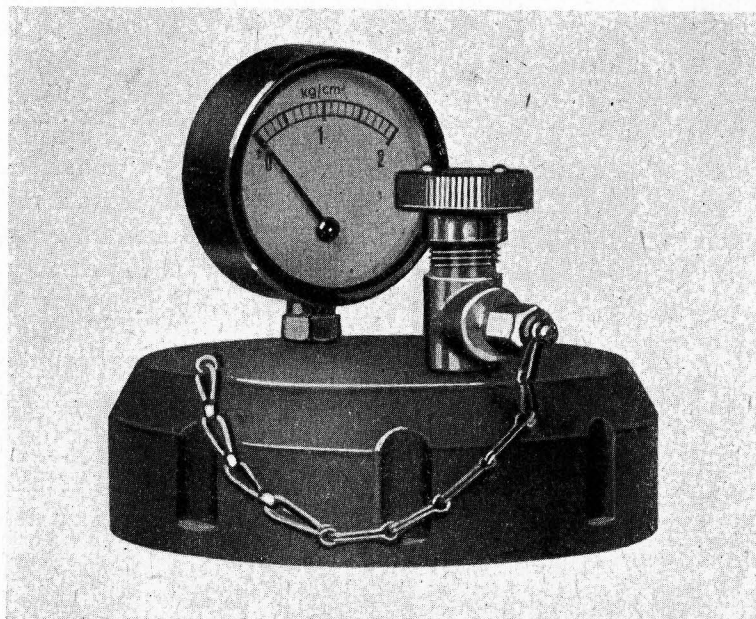

Abb. 16: Verschuß-Schraube mit Druckprüfvorrichtung
- c) **Verschußprüfung (Abb. 16).** Um die Dichtheit der Körperverschlüsse Pos. Nr. 023 und 028 zu prüfen, wird statt der Antennenverschluß-Schraube eine Druckprüfschraube Pos. Nr. 500/4 aufgebracht, in welcher sich ein Manometer und ein Füllhahn befindet, vgl. Abb. 16. Der Fallkörper wird mit etwa 1 atü Preßluft gefüllt. Dann wird der Hahn geschlossen und der Füllnippel wieder abgenommen. Von diesem Moment ab muß die zeitliche Abnahme des Drucks am Manometer beobachtet werden. Ist innerhalb einer halben Stunde keine Druckabnahme bei gleichbleibender Außentemperatur zu bemerken, dann sind die Verschlüsse dicht.